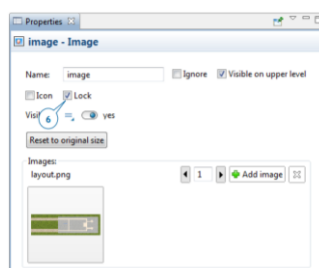

Рисунок 10.4 – Перегляд властивостей
6. Виберіть зображення в графічному редакторі. У вікні *Properties view* встановіть прапорець *Lock*, щоб заблокувати зображення (рис. 10.4).